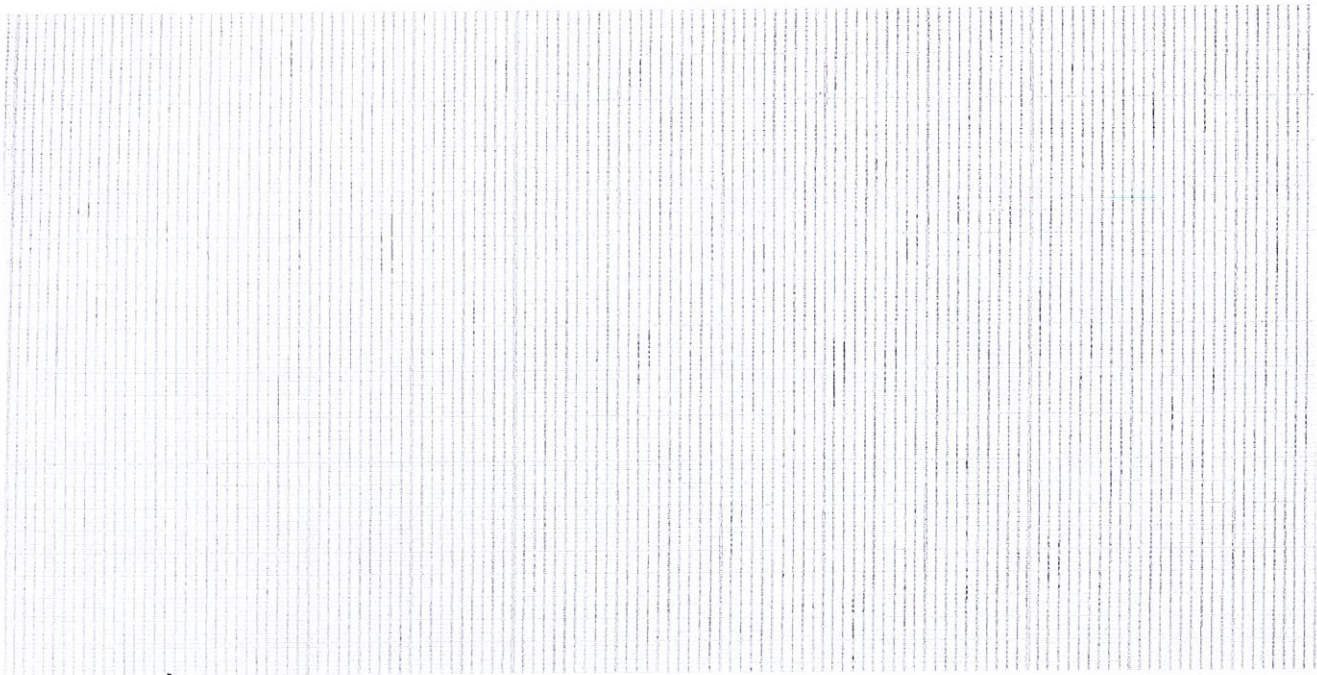

Figure 3 : Courbe dilatométrique à tracer
d.) Tracer, en la commentant de manière précise, la courbe dilatométrique attendue pour un refroidissement conduisant à un acier trempé présentant une dureté de 29HRC. Utiliser la feuille millimétrée de la figure 3.